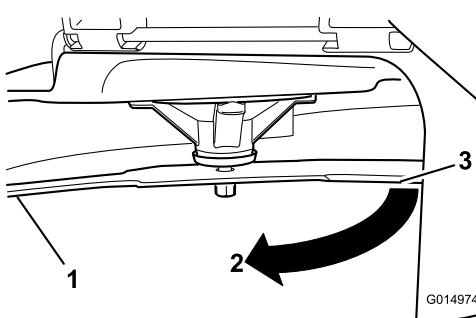

Figura 45
3. Distancia medida entre la cuchilla y la superficie (A)
4. Gire la misma cuchilla 180 grados de manera que el otro extremo esté en la misma posición (Figura 45).